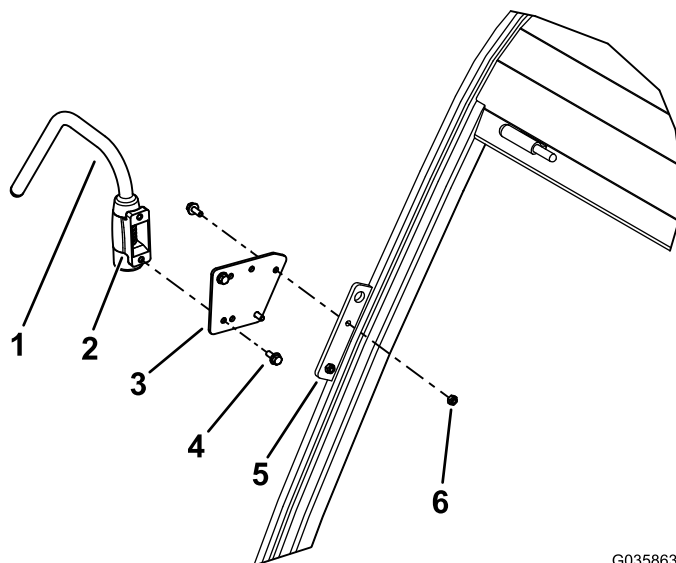

Figure 3
2. Placez le support de montage du bras de support devant le support d'extension et la patte de montage du rétroviseur sur le montant A de la cabine (Figure 3).
3. Fixez le support d'extension au support du rétroviseur à l'aide de 2 boulons à embase (M6 x 16 mm) et 2 contre-écrous (M6), comme montré à la Figure 3.
4. Fixez le bras de support sur le montant au moyen de 2 boulons à embase (M6 x 16 mm), comme montré à la Figure 3.